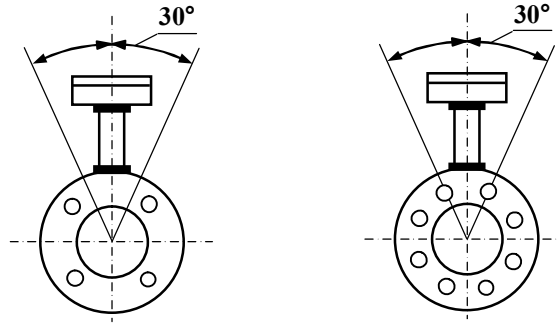

Рисунок 6.1
- обеспечить отклонение от вертикальной оси не более чем на  $30^\circ$  (см. рисунок 6.1).